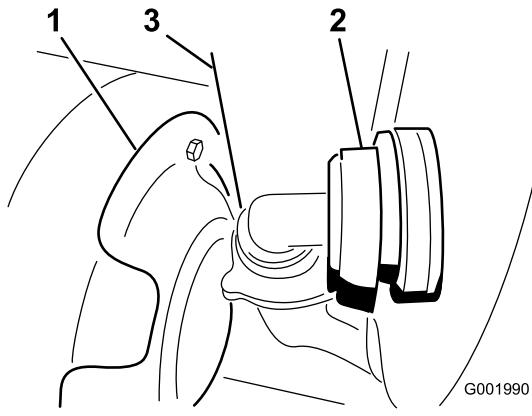

図 58
- タンクの前壁の下にあるホースを外す（図 58）。
**注** 防熱シールド（図 58）を押しのけないとカバーが取り外せない場合があります。
- タンク前面下のホースを接続する（図 58）。